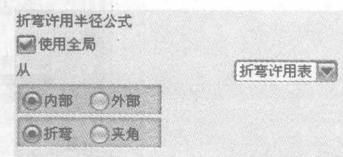

图 1-8 “折弯展开表”方式定义法
(2) 在“从”下拉列表中选择“折弯许用表”选项，对话框中的相应部分将变为折弯展开列表形式，可以有 4 种组合方式定义折弯展开计算方式，如图 1-8 所示。